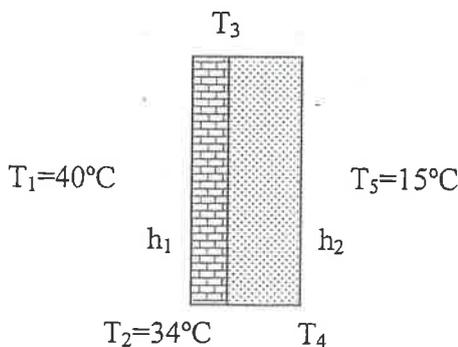

Figura 1
1.-(4 puntos) La Figura 1 muestra una porción de una conducción lisa y horizontal que reduce su sección por tramos. Ninguno de los dos extremos representados está abierto a la atmósfera. El primer tramo tiene una sección de  $200 \text{ cm}^2$  y el tercero de  $72 \text{ cm}^2$ . Cuando circula agua por la conducción a razón de  $36 \text{ l/s}$ , la diferencia de presión entre dos puntos del eje de la conducción situados uno en el primer tramo y otro en el segundo es de  $2880 \text{ Pa}$ . Calculad: